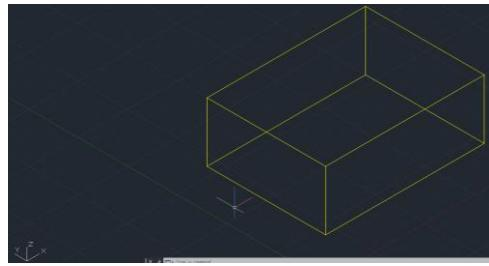

Figura 10.8. Vizualizare SW-atenție la axe.
Pe măsură ce facem clic pe: pictograma Acasă din ViewCube, acesta va apărea transparent, până când cursorul trece peste el, vizualizarea se actualizează la o vedere izometrică de Sud-Vest (SW), aşa cum se arată în Figura 10.8.